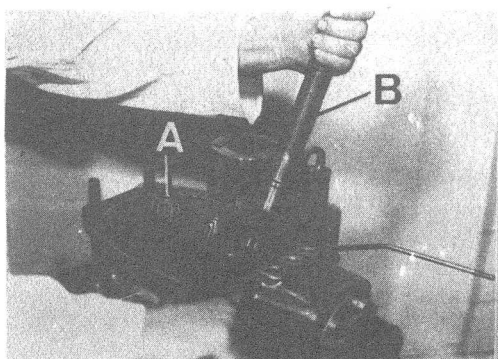
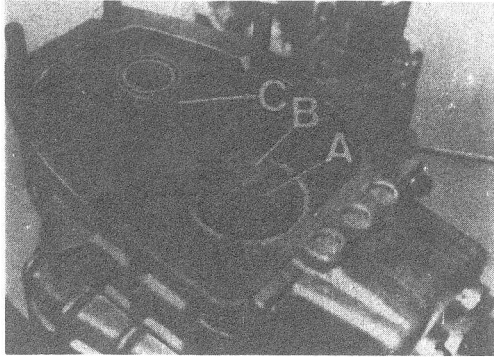

Fig. C1-90 Desmontaje eje primario
Fig. C1-91 Caja de velocidades
##### 1.3. Desplazar hacia arriba y a un lado el eje intermedio, A (Fig. C1-90) y extraer el eje primario, B, observando que el cojinete de rodillos, A (Fig. C1-91) permanece alojado en el extremo del eje principal, B.
- 2.1. Montar el eje primario, B (Fig. C1-90) de forma similar o su desmontaje, comprobando que queda perfectamente alojado y que gira sin interferencias.